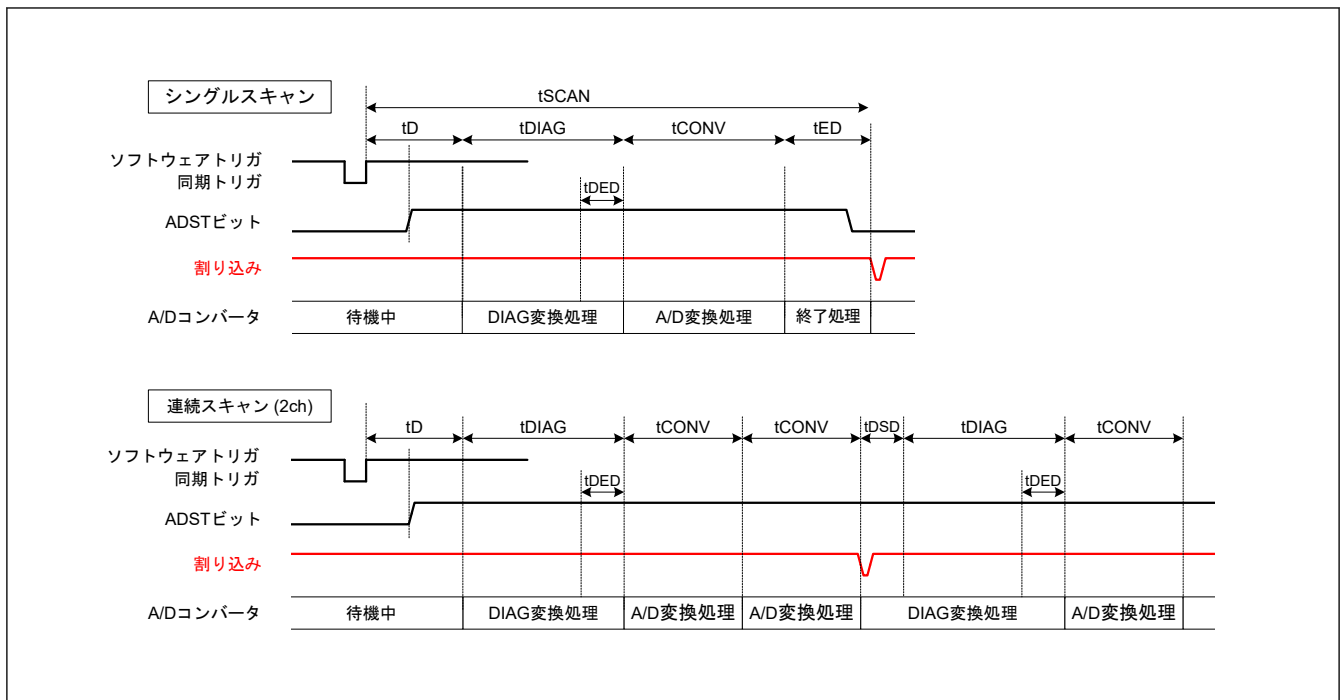
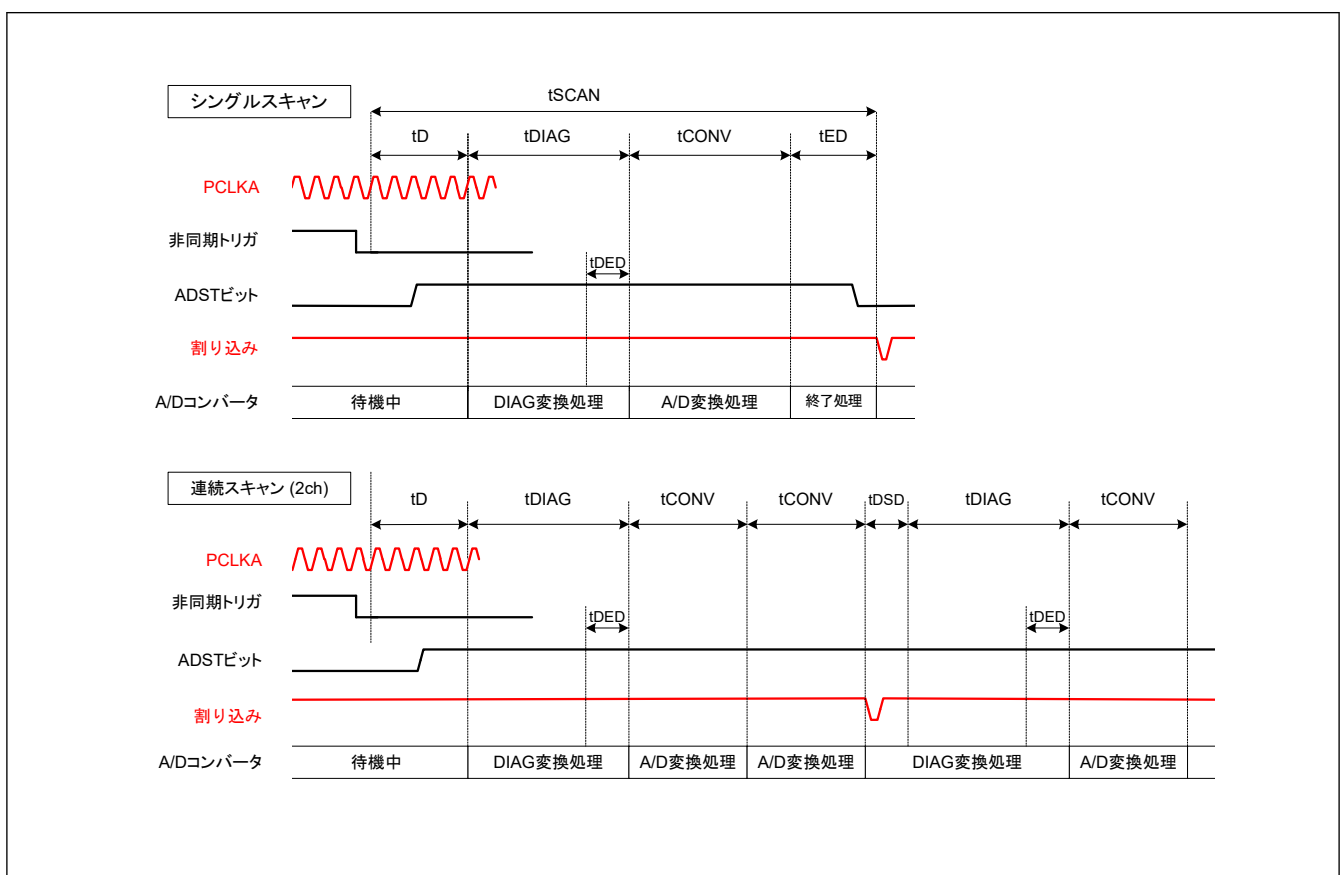

図 35.26 スキャン変換のタイミング (ソフトウェア起動または同期トリガ入力 (ELC) 起動の場合)
図 35.27 スキャン変換のタイミング (非同期トリガ入力 (ADTRG0) 起動の場合)
図 35.26 に、ソフトウェアトリガまたは同期トリガ (ELC) 起動によりスキャン変換を行う場合のタイミングを示します。また、図 35.27 に、非同期トリガ (ADTRG0) 起動によるスキャン変換を行う場合のタイミングを示します。スキャン変換時間 (t_{SCAN}) はスキャン変換開始遅延時間 (t_D)、断線検出アシスト処理時間 (t_{DIS}) (注1)、自己診断変換時間 (t_{DIAG} および t_{DSD}) (注2)、A/D 変換処理時間 (t_{CONV})、スキャン変換終了遅延時間 (t_{ED}) を含めた時間となります。
- 注 1. t_D、t_{SPLSH}、t_{DIAG}、t_{CONV}、t_{ED} の各タイミングについては、図 35.26 および 図 35.27 を参照してください。